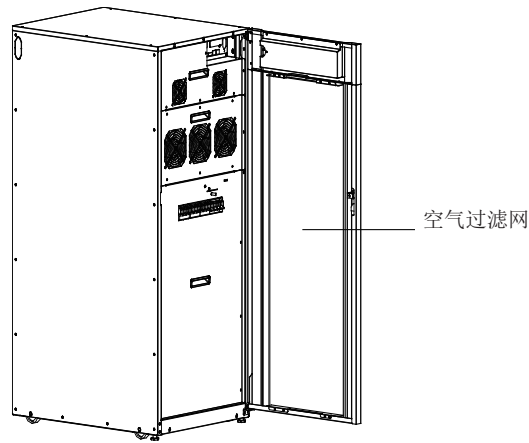

图 8-1: 空气过滤网位置
2. 检查空气过滤网（位于前门后面），必要时清洗或更换。位置见图 8-1 所示。要更换过滤网，请联系您的客服代表。拆卸过滤网的步骤如下：